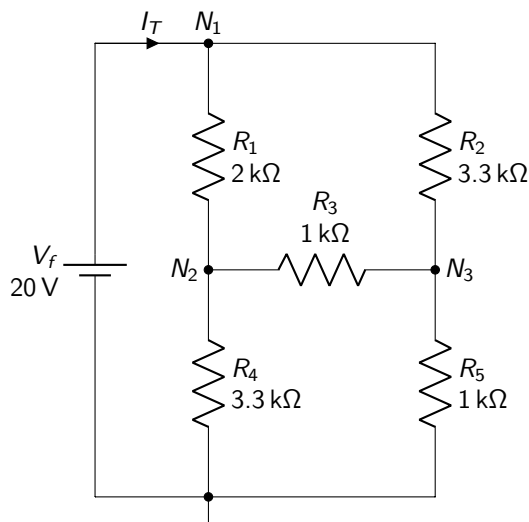

Figura 4.1: Circuito de comprobación de análisis de mallas y análisis de nodos.
4. Se simulará el circuito de la figura 4.1. Haga clic en Edit→Resistor (o presione la tecla R) para agregar una resistencia.
8. Proceda a construir el resto del circuito de medición de la figura 4.1.
1. Construya el circuito de medición de la figura 4.1 utilizando la protoboard.